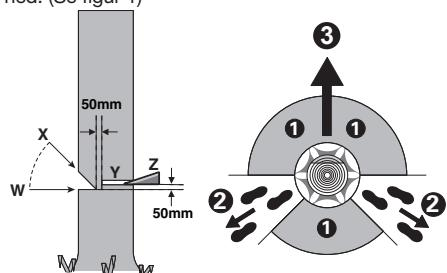

Bild 1
Flyktvägen bör gå bakåt och diagonalt relativt den bakre delen av den förväntade fallriktningen, så som visas på bild 1.
Gör skärans till 1/3 djup av trädets diameter, vinkelrätt mot fallriktningen, så som visas på bild 1. Såga först det under várgråta riktskäret (W). Härvid undviks inklämning av sågkedja eller styrskena vid sågning av övre riktskär (X).
Gör fällskäret minst 50 mm högre än det horisontella riktskäret (Y), så som visas på bild 1. Fällskäret bör vara parallellt med riktskäret. Gör fällskäret endast så djupt att en brytmån blir kvar (brytlist) som fungerar som ett gångjärn. Brytmånen hindrar trädet från att vrida sig och falla i fel riktning. Såga inte av brytmånen.